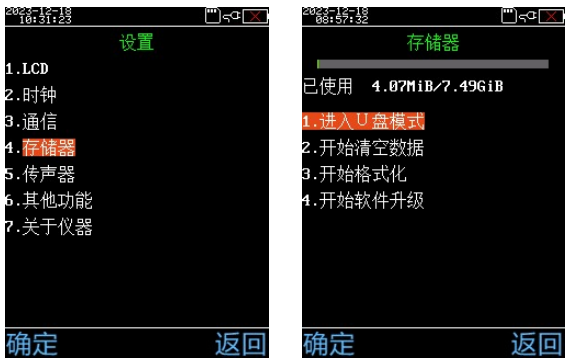

图 17 U 盘模式
- 3) 如图 17 所示，先进入“存储器”界面，然后选中“进入 U 盘模式”，按“确定”键后，变成“退出 U 盘模式”，右端显示“完成”。此时表明仪器内部的 SD 卡已经转为 U 盘。